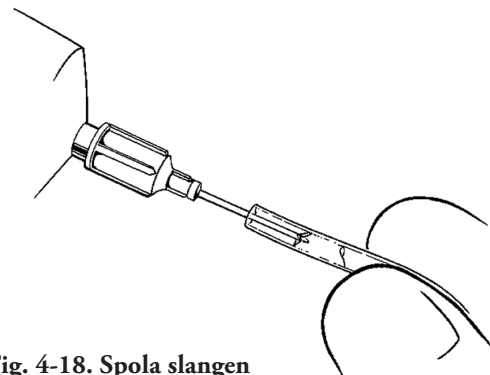

Fig. 4-18. Spola slangen
2. Spola cylinderslangen (se fig. 4-18).